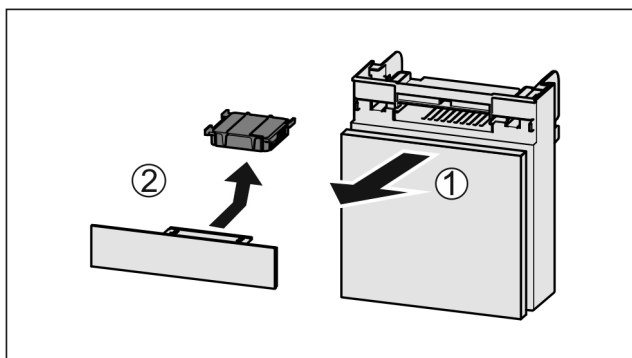

Fig. 57
- ▶ Træk rummet fremad Fig. 57 (1).
- ▶ Tag aktivkulfilteret Fig. 57 (2) ud.